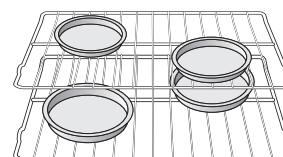

Figure 14: Espacement des plats avec plusieurs grilles
- Lorsque vous utilisez 2 grilles à glissière pour la cuisson de gâteaux, placez l'ustensile en positions 2 et 6 et veillez à laisser 2 à 4 po. (5 à 10 cm) d'espace entre les aliments pour assurer une bonne circulation d'air. (Figure 14)